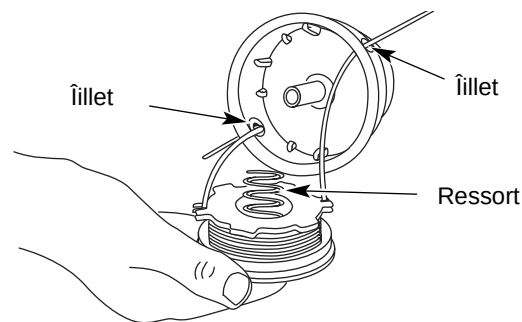

Fig. 22
13. Insérez les extrémités du fil dans les îllets de la bobine extérieure et placez le moulinet et le ressort dans la bobine (Fig. 22). Enfoncez le moulinet et la bobine ensemble. Tout en tenant le moulinet et la bobine, saisissez les extrémités et tirez
5. Insérez les extrémités du fil dans les îllets de la bobine extérieure (Fig. 22).